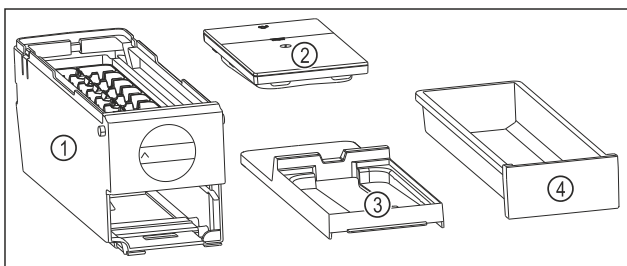

Fig. 107 Bestandteile des EasyTwist-Ice
- ▶ EasyTwist-Ice ist in vier Teile zerlegt. (siehe Fig. 107)
- ▶ EasyTwist-Ice nur in abgebildete Bestandteile zerlegen. (siehe Fig. 107)
- ▶ EasyTwist-Ice-Korpus Fig. 107 (1) als Ganzes reinigen.